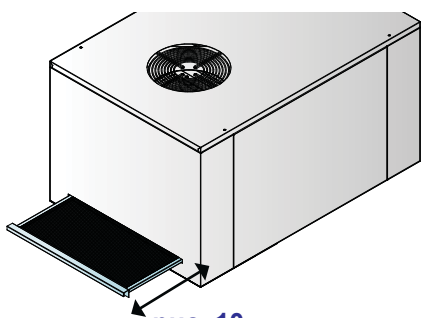

рис. 10
- Если машина имеет Рекуперация тепла с помощью теплового насоса, очистите съемный фильтр (см. рис. 10).